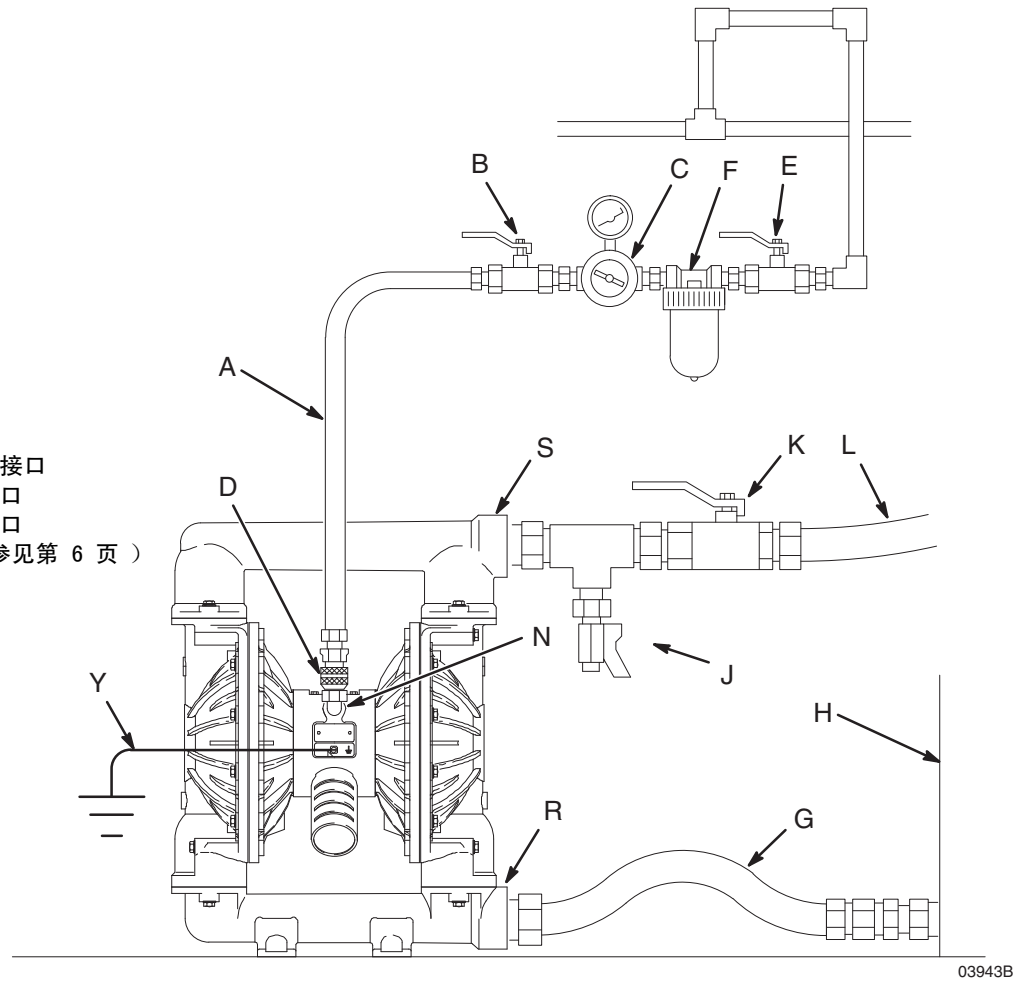

图 2
系统应配备一个放气型主空气阀（B），以释放该阀与泵之间的残留空气。残留空气会导致泵意外运行，并因而引发严重的伤害，如飞溅到眼睛内或皮肤上、活动零配件造成的伤害或有害流体造成的污染。参见图 2。
1. 按图 2 所示安装空气管路的附件。将这些附件安装在墙上或支架上。应确保连接附件的空气管路已接地。
2. 在附件与 1/2 npt（内螺纹）泵空气入口（N）之间安装一条接地的柔性空气软管（A）。参见图 2。使用不小于 1/2 英寸（13 毫米）内径的空气软管。在空气软管（A）端部拧上一个空气管路快断联轴器（D），将配合接头拧入泵空气入口并贴紧。在不使用泵时，不要将联轴器（D）连接到接头上。
需要一个流体排放阀 (J) 以释放软管堵塞时的压力。排放阀能降低严重受伤的危险，其中包括泄压时溅入眼睛或皮肤上，或者有害流体造成的污染。将该阀安装在靠近泵流体出口的位置。参见图 2。
1. 使用接地流体软管 (L)。泵流体出口 (S) 为 2 英寸 npt (内螺纹)。将流体接头牢牢固定在泵出口处。
2. 将流体泄压阀 (J) 装在流体出口附近。请参见上述警告。
3. 将截止阀 (K) 安装在流体出口管路中。
4. 将流体软管端头 (L) 放入适合的容器内。
5. 关闭流体排放阀 (J)。参见图 2。
6. 关闭空气调节器 (C) 旋钮并打开所有的放气型主空气阀 (B, E)。
8. 缓慢打开空气调节器 (C)，直到泵开始运转。使泵慢速运转，直到所有空气被排出管路且泵填满料为止。
1. 图 2 和零配件图纸。遵循启动和调节泵上述步骤 1 和 7。
2. 打开空气调节器 (C)。